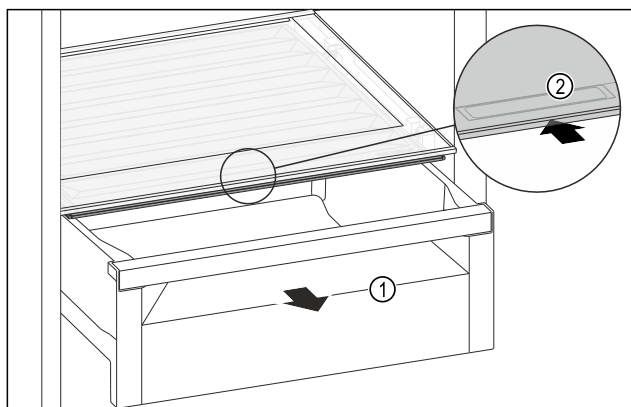

Fig. 109
- ▶ 拉出抽屉 Fig. 109 (1)。
- ▶ 抓住抽屉盖上的内嵌式拉手 Fig. 109 (2)，并同时向后推入抽屉盖。